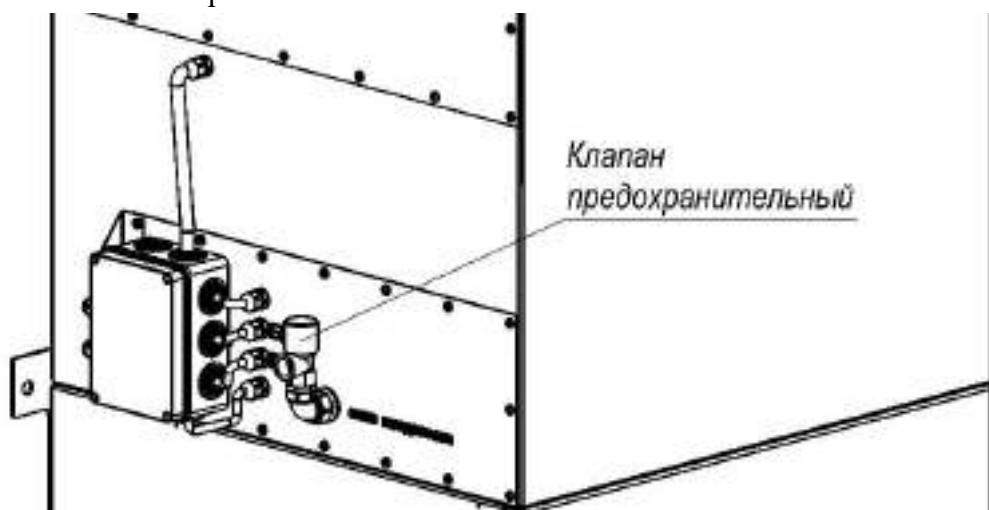

Рисунок 10
3) извлечь картридж (рисунок 10б);
4) открутить на нижней крышке картриджа гайку M8 и снять её вместе с шайбами, извлечь обтекатель (рисунок 10 в, г);
7) перевести рычаги в положение «закрыто» (рисунок 10д). Для этого необходимо рычаги повернуть в горизонтальное положение, выступы завести в пазы;